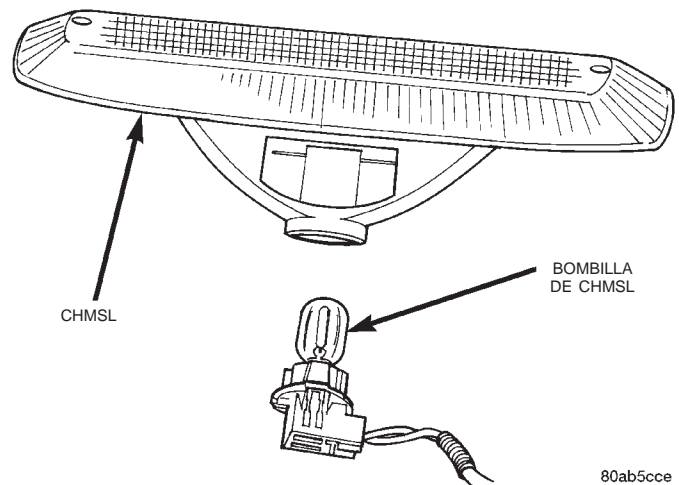

Fig. 1 Luz de stop central superior
- (1) Retire los (2) tornillos que fijan la luz de stop central superior en la compuerta levadiza trasera.
- (2) Saque la lámpara de la compuerta levadiza trasera, gire el portalámparas un cuarto de vuelta y sáquela del alojamiento de la luz (Fig. 1).
- (3) Tire recto de la bombilla para sacarla de su portalámparas.